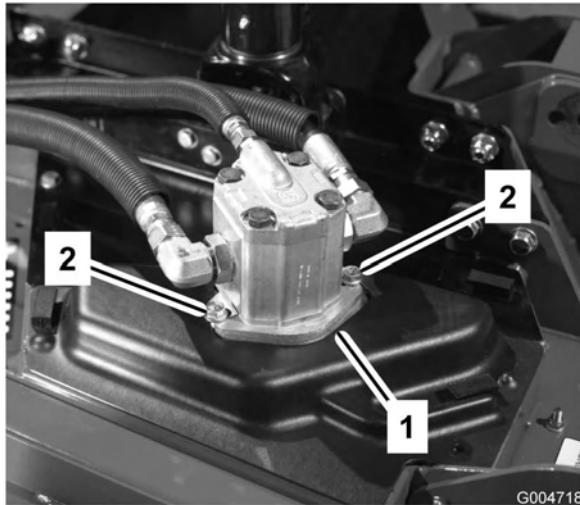

Figura 64
4. Togliete i bulloni che fissano il motore idraulico all'apparato di taglio (Figura 64). Togliete il motore e appoggiatevelo sopra l'apparato di taglio.